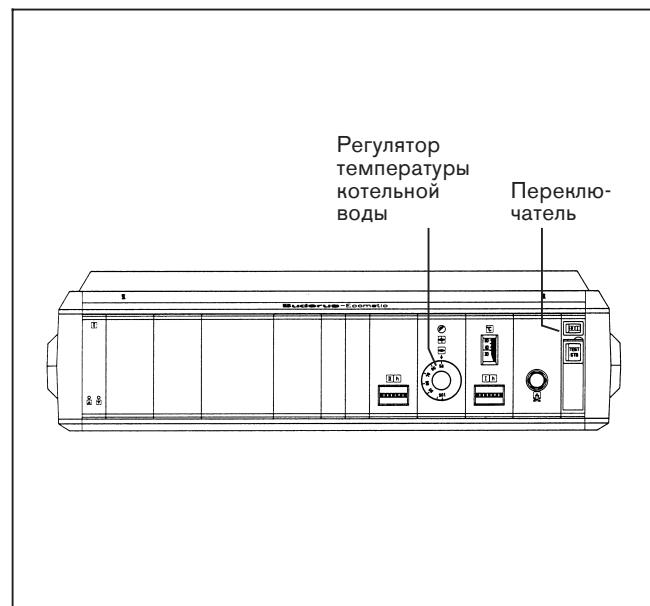

Рис. 1 – регулятор HS 3321
- **GK 524 LDN LOWNOX** (рис. 1)
- **GK 524 LDN LOWNOX ECOMATIC** (рис. 1)